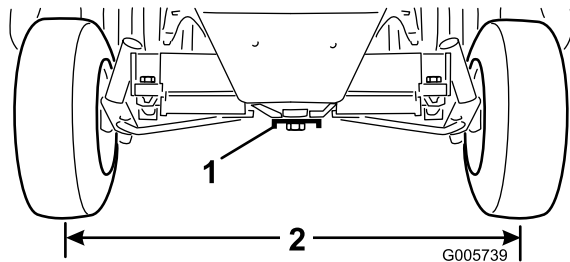

Figura 53
2. Afloje las contratuercas de ambas bielas. Ajuste ambas bielas hasta que la distancia de centro a centro entre las ruedas traseras, por delante y por detrás, sea la misma (Figura 53).